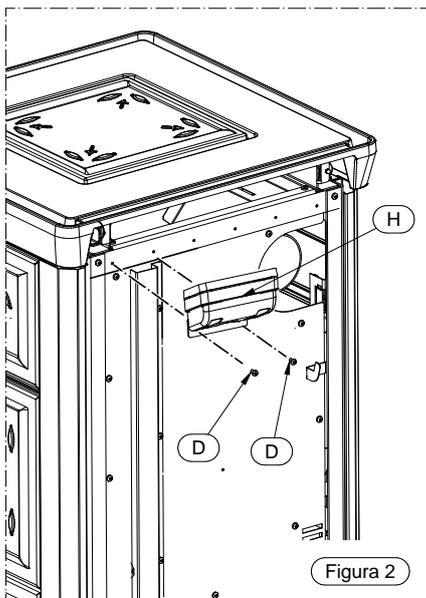

Figura 2
- Desenrosque los dos tornillos (C) y quite el estribo en el lado derecho (D) (figura 2).
- Desenrosque los dos tornillos (C) y quite el estribo en el lado izquierdo (D) (figura 2).
- 2) Desenrosque los dos tornillos (C) y quite el estribo en el lado derecho (D) (figura 2).
- 3) Desenrosque los dos tornillos (C) y quite el estribo en el lado izquierdo (D) (figura 2).
- 1) Desenrosque los 2 tornillos (D) del panel de mandos (H) (figura 2).